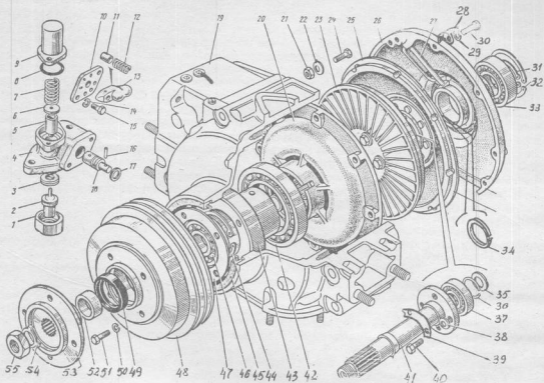

Рис. 1. Гидромуфта привода вентилятора с передней крышкой:
2. Разогнуть усы стопорной шайбы 54 (Рис. 1) и отвернуть гайку 55 с шайбой 54 крепления ступицы 53 вентилятора. (Головка сменная 32 мм, ключ с п. к., зубило, молоток).
20. Снять уплотнительные кольца 34 (Рис. 1) с ведущего вала, стопорное кольцо 36 и ограничительную шайбу 31. На автомобилях последних выпусков кольца анулированы. (Отвертка 6,5 мм)